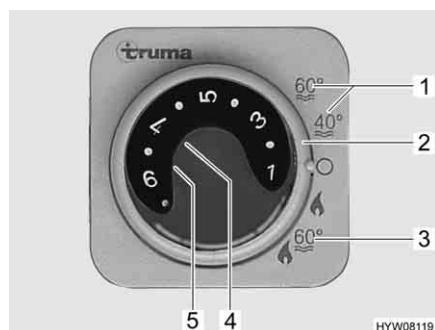

Bild 60 Bedieneinheit für Heizung/
Der Boiler ist in die Heizung integriert und wird mit Gas betrieben. Der Boiler wird an der Bedieneinheit (Bild 60) mit dem Drehschalter (Bild 60,2) eingeschaltet.
Bei Winterbetrieb "Heizung und Boiler" (Bild 60,3) wird beim Einschalten der Heizung automatisch auch das Wasser im Boiler erhitzt. Wenn die Heizung bei Erreichen der gewünschten Raumtemperatur abschaltet, so heizt der Boiler weiter, bis die Wassertemperatur erreicht ist.
Bei Sommerbetrieb (Bild 60,1) wird nur das Wasser im Boiler auf 40 °C oder 60 °C erhitzt. Das Wasser wird in ca. 25 Minuten auf 60 °C erhitzt. Die gelbe Kontroll-Leuchte (Bild 60,5) leuchtet während der Aufheizphase des Boilers.
Die Spannungsversorgung für das Gerät kann durch die Unterbrechung der 12-V-Versorgung am Panel nicht unterbrochen werden. Je nach Modell leuchtet bei Störung die rote Kontroll-Leuchte (Bild 60,4) an der Bedieneinheit auf (siehe Kapitel 14).
- An der Bedieneinheit (Bild 60) Drehschalter (Bild 60,2) auf "Sommerbetrieb" (Bild 60,1) stellen.
Die gelbe Kontroll-Leuchte (Bild 60,5) leuchtet während der Aufheizphase. Bei Erreichen der eingestellten Wassertemperatur ist die Aufheizphase beendet und die gelbe Kontroll-Leuchte erlischt.
- An der Bedieneinheit (Bild 60) Drehschalter (Bild 60,2) auf "O" stellen.